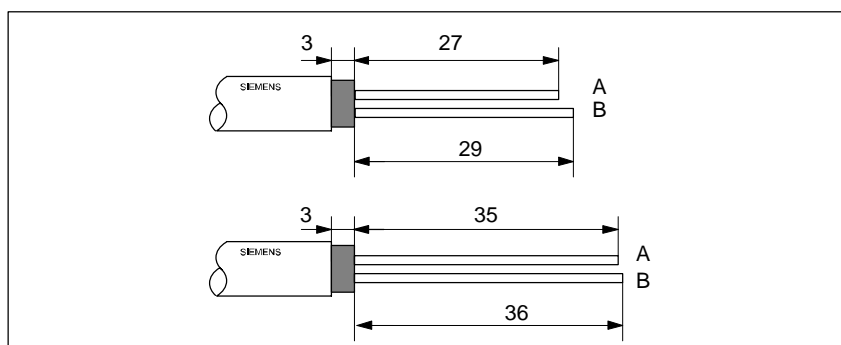

Figure 4-19 Longueur de dénudage pour connecteur de bus (6ES7 972-0BA30-0XA0)
1. Dénudez le câble-bus comme indiqué sur la figure 4-19 ab.